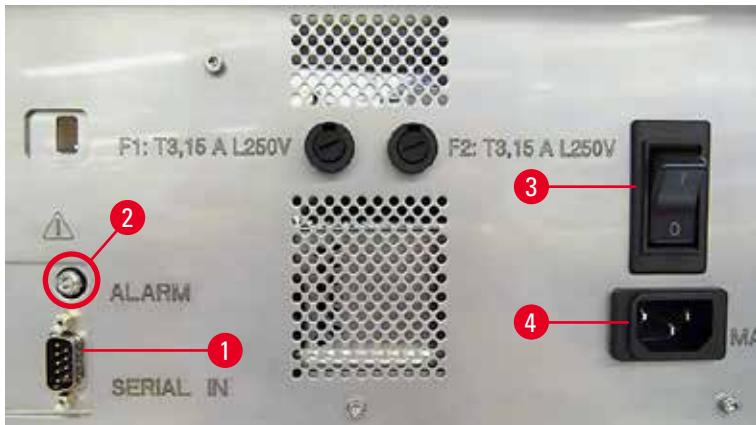

図 27
- ① 電気接続部は、装置の背面パネルにあります(→「図 27」)。